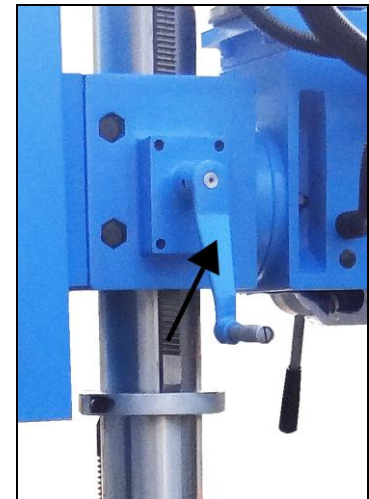

Fig 7
Mit der Kurbel (Fig 7) die gewünschte Kopfhöhe einstellen und die 2 Muttern (V) wieder gut festsetzen um Vibrationen zu vermeiden.